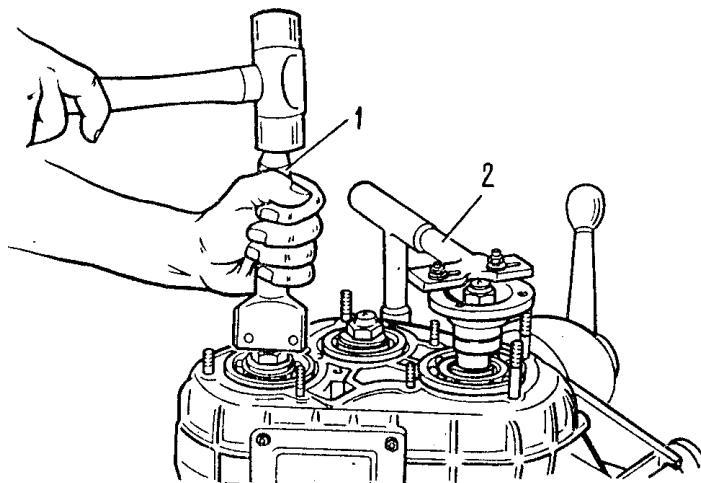

Fig. 3-49. Apriete de la tuerca de sujeción de la brida del árbol de accionamiento del puente trasero:
- para frenar (comprimir) las tuercas de los árboles del reenvío hay que utilizar el mandril 67.7820.9520 (véase fig.3-49).